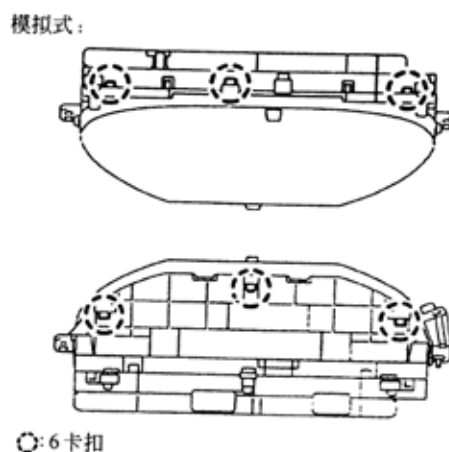

图 9-126
(2)模拟式：松开 6 个卡扣，拆下组合仪表玻璃，如图 9-126 所示。